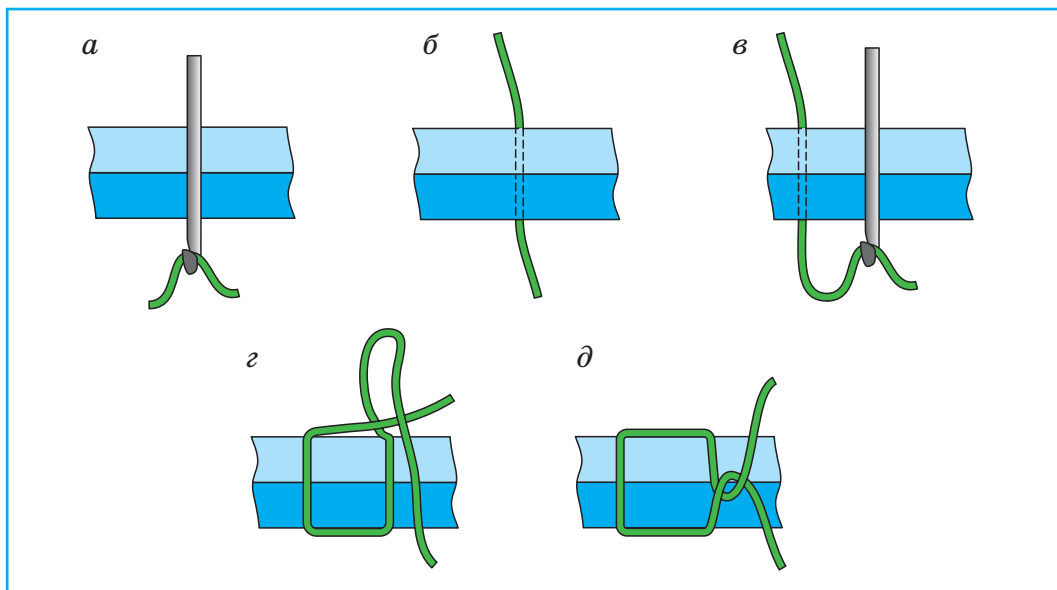

Рис. 103. Выполнение ручного челночного шва
1. Совместить проколы сшиваемых деталей, ввести снаружи крючок в первый прокол, изнутри обуви накинуть нить на крючок (рис. 103, а).
2. Протащить крючок с нитью сквозь прокол на наружную сторону до середины (рис. 103, б); обеими половинками нити пользоваться в дальнейшем как самостоятельными нитями.
3. Ввести крючок во второй прокол, накинуть на него внутреннюю часть нити (рис. 103, в), вытянуть петлю на наружную сторону.
4. Ввести в петлю наружную часть нити (рис. 103, г).
5. Потянув за внутреннюю часть нити, втянуть узел сплетения обеих частей нити внутрь материала и утянуть стежок (рис. 103, д).